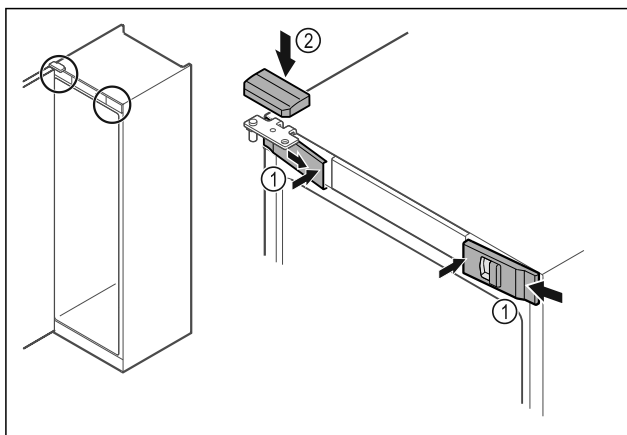

Fig. 54
- ▶ Skyv de fremre dekslene Fig. 54 (1) inn på siden, og smekk dem på plass på innsiden.
- ▶ Smekk det øvre dekselet Fig. 54 (2) på plass ovenfra.